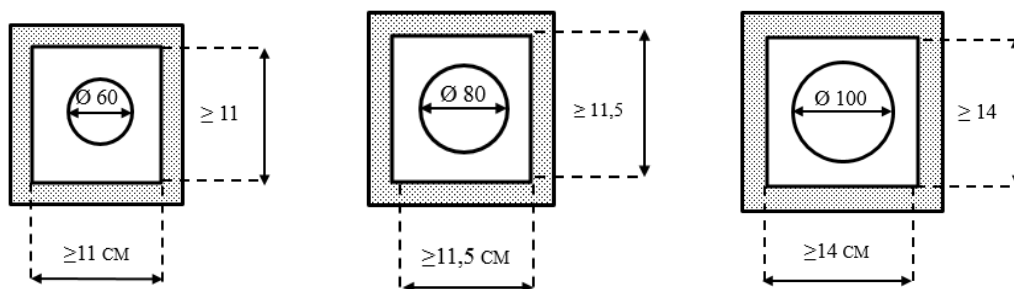

Abb.25
- 4- der freie Raum gleich oder größer als 150% des Abschnitts der Rauchanlage ist und der gesamte Abschnitt des technischen Schlitzes (einschließlich Hohlraum und Abluftkanal) nicht kleiner als 115 cm² ist (z.B. Abb.25).